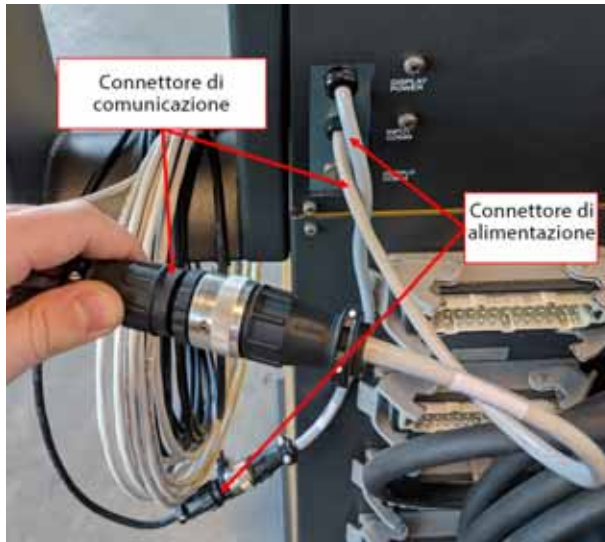

Figura 15-28 Interfaccia operatore remota - Connessione del cavo del mainframe
5. Connettere l'estremità femmina del cavo di comunicazione da 7,6 m (25 ft) al connettore di comunicazione maschio sul retro del mainframe della centralina. Consultare la Figura 15-28.
6. Connettere l'estremità maschio del cavo di alimentazione da 7,6 m (25 ft) al connettore di alimentazione femmina sul retro del mainframe della centralina. Consultare la Figura 15-28.